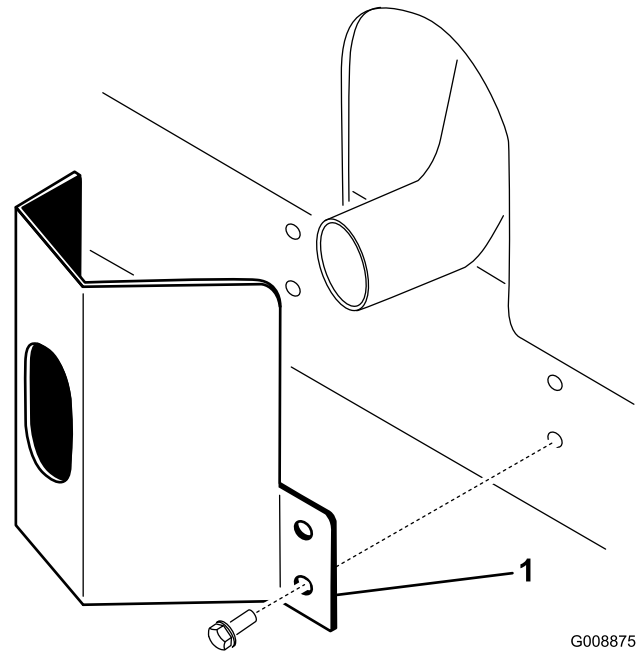

Bild 11
- 2. Befestigen Sie das Auspuffschutzblech mit vier Blechschrauben am Rahmen (Bild 11).
1. Positionieren Sie das Auspuffschutzblech um den Schalldämpfer, während Sie gleichzeitig die Befestigungslöcher auf die im Rahmen abstimmen (Bild 11).